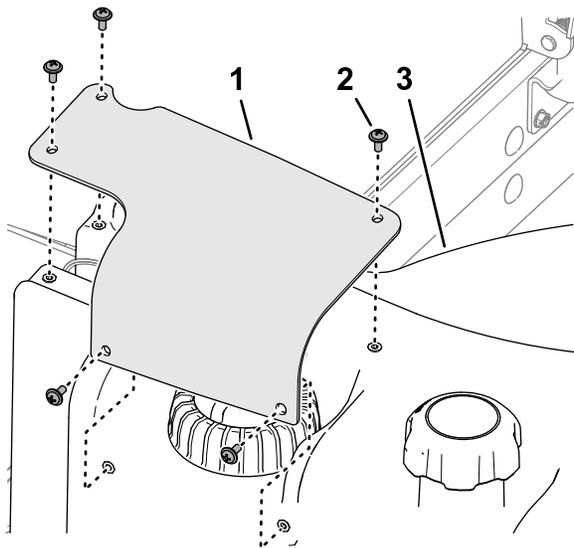

Figura 122
2. Rimuovete le 5 viti Phillips che fissano il coperchio del trasmettitore di livello carburante al serbatoio del carburante, quindi rimuovete il coperchio (Figura 122).